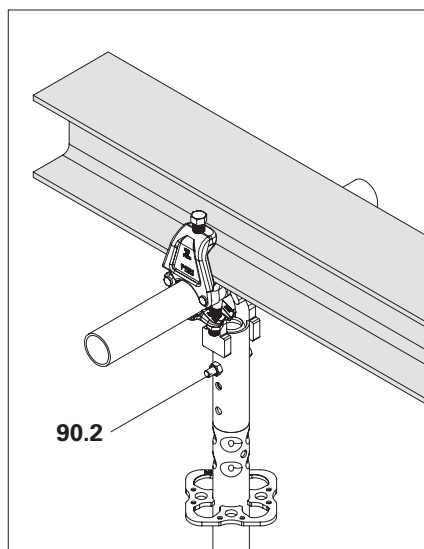

Fig. A11.01c
3. Sospendere l'impalcatura sospesa utilizzando perni di bloccaggio o viti e dadi autobloccanti in uno dei fori (90.2). (Fig. A11.01c)